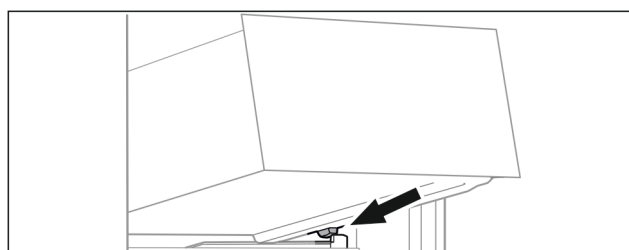

Fig. 62
- ▶ Coloque el cajón inclinado detrás de los toques sobre la nervadura para recipientes. (consulte Fig. 62)